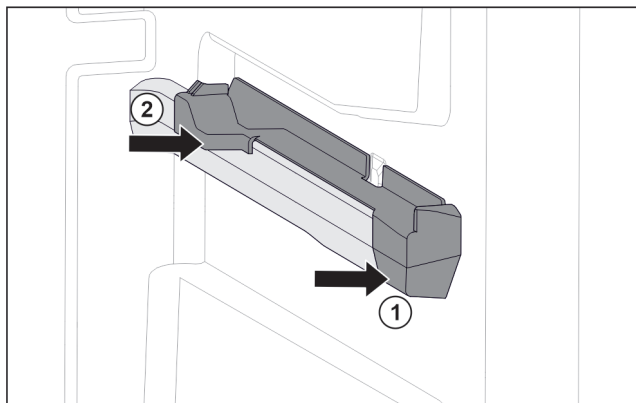

Fig. 109 Násuvný diel na pravom rebre nádoby
- ▶ Nasadte násuvný diel vpredu na rebro nádoby. Fig. 109 (1)
- ▶ Pritlačte násuvný diel vzadu. Fig. 109 (2)